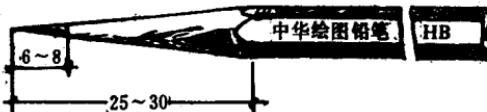

图 1-5 铅笔的削法
(6) 铅笔：铅笔笔芯的软硬用B、H表示，B愈多表示铅芯愈软；H愈多表示铅芯愈硬。制图时适宜用B~2H的铅笔。其中，先用2H铅笔打底稿，线条宜细、轻，然后加重。常用H铅笔作可见实线，用HB或B作轮廓线及断面轮廓线或写字。铅笔一般削成锥状，如图1-5所示，在画图时，要转动铅笔，使所画线条均匀。